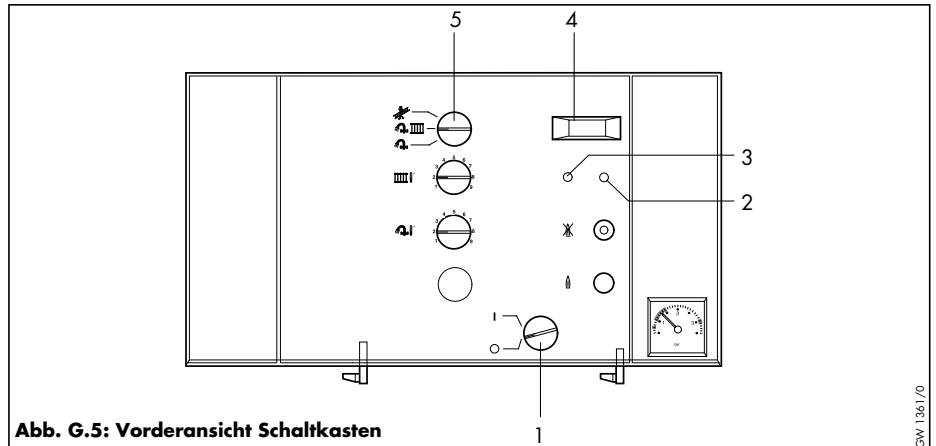
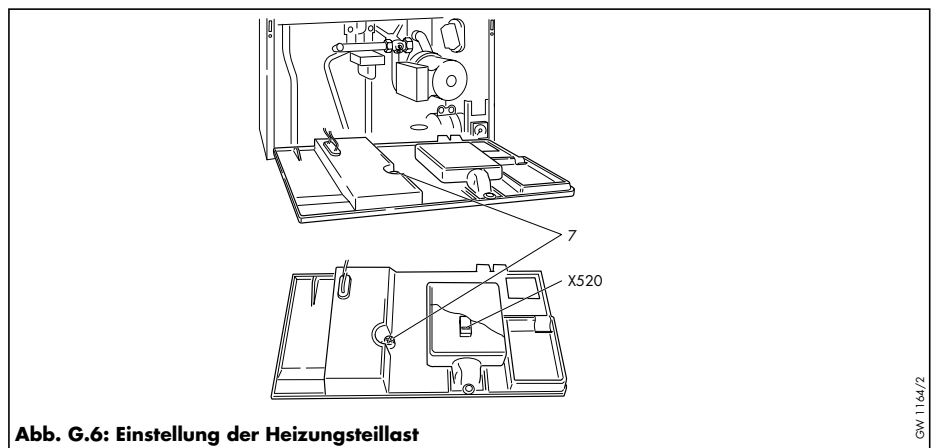

Abb. G.5: Vorderansicht Schaltkasten
Abb. G.6: Einstellung der Heizungsteillast
- Schalten Sie den Betriebsartenwahlschalter (5) in Stellung „Schornsteinfeger“.
- Entfernen Sie die Sicherungsschraube (7, Abb. G.6). Stellen Sie an der darunterliegenden Einstellschraube die gewünschte Heizungsteillast (Düsendruck nach Tabelle G.6 auswählen) ein.
- Bringen Sie die Sicherungsschraube (7) wieder an.
- Schalten Sie den Netzschalter (1, Abb. G.5) in Stellung „0“.